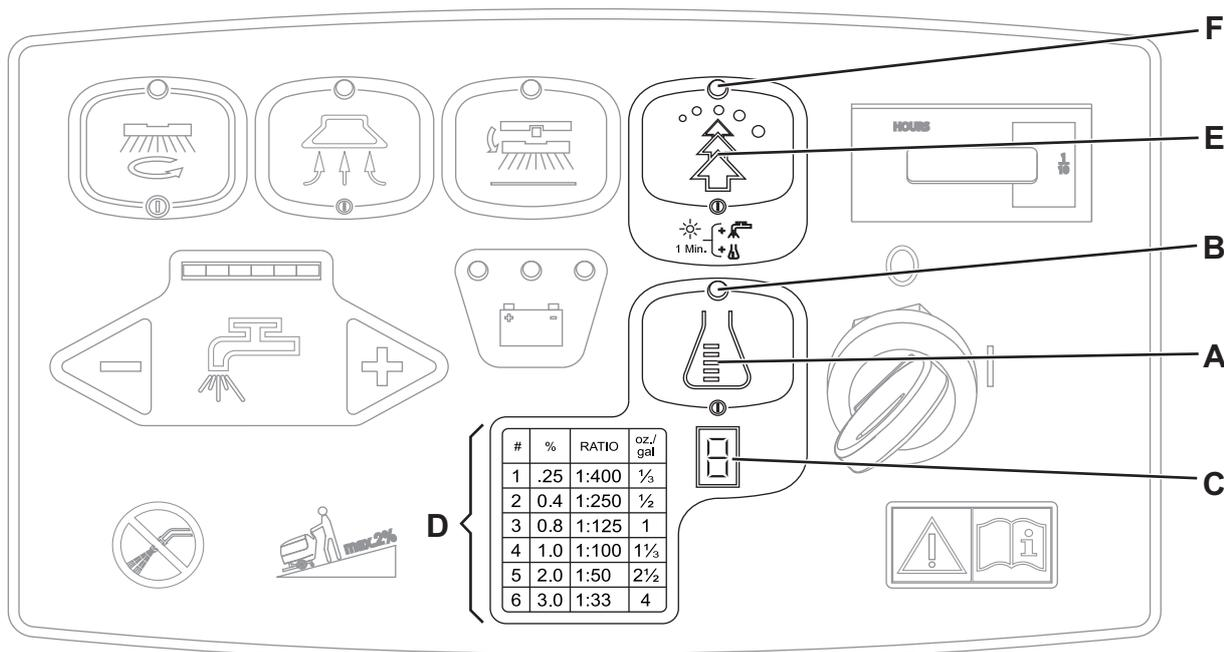

Figure 4
Le système pour le mélange du détergent à l'eau de lavage est activé en appuyant sur le bouton-poussoir de réglage du pourcentage de détergent (A, Fig. 4) : si le DEL (B) est allumé, le détergent est ajouté à l'eau de lavage.
Appuyer sur le bouton-poussoir EcoFlex™ (E, Fig. 4) chaque fois que l'on nécessite temporairement d'une plus grande puissance de lavage.
Pour désactiver temporairement le système, appuyer sur le bouton-poussoir EcoFlex™ (E, Fig. 4) et le maintenir enfoncé pendant 2 secondes.